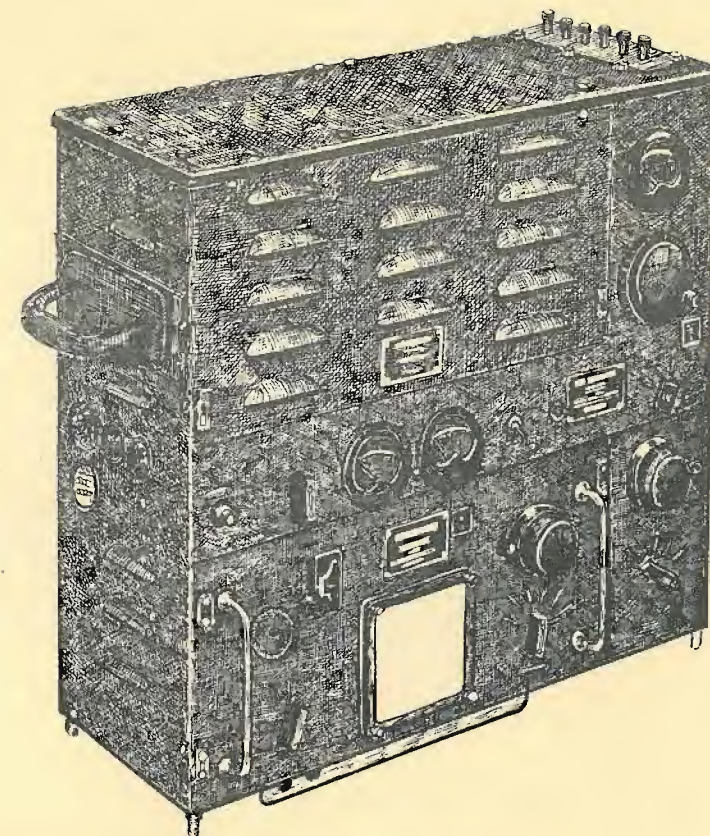

Fig. 7 — Il trasmettitore BC-191-( ).
b. TRASMETTITORE BC-191-( ) (fig. 7). Per la descrizione completa del Trasmettitore BC-191-( ) si consulti la pubblicazione TM 11-800.